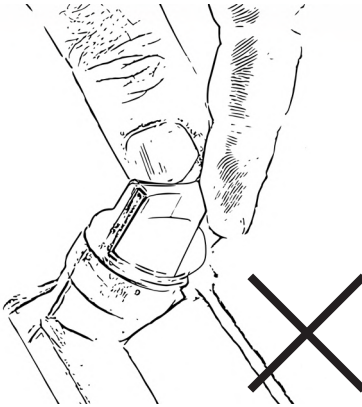

Abbildung 5
Niemals Öleinfüllstopfen mit verbundenen Messstab beim Ablesen des Ölstands in das Gewinde drehen. Das führt zu einem falschen Messergebnis, Abb. 5.
- Tauchen Sie den Messstab vollständig in das Öl ein. Drehen Sie **niemals** den Messstab in das Gewinde, Abb. 5.